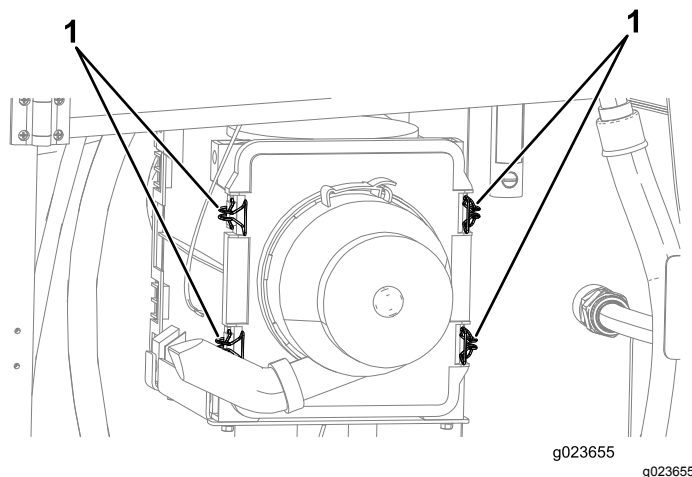

Рисунок 88
5. Потяните 4 защелки крышки воздухоочистителя наружу (Рисунок 88).
4. Установите крышку воздухоочистителя внутрь до полной посадки и зафиксируйте ее защелками (Рисунок 88).